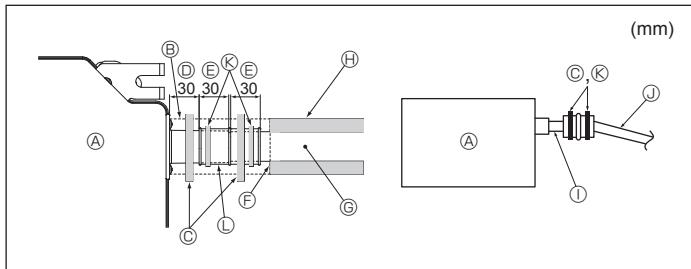

Fig. 6-2
- Ligue o bocal de drenagem (fornecido com a unidade) à porta de drenagem. (Fig. 6-2)